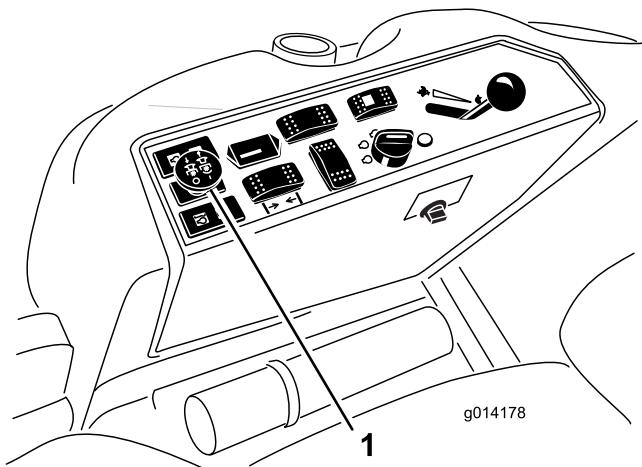

Figura 15
- Tire del mando de la toma de fuerza para engranarla (Figura 15).